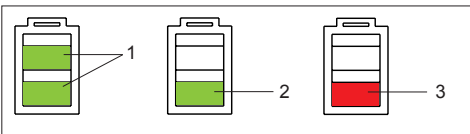

Fig. 10
- Read off battery charge on LED indicator (Fig. 10):
- Estado de carga del acumulador en el indicador LED (Fig. 10):
- Lire l'état de charge de l'affichage DEL (Fig. 10):
- 1 = force de tension minimale env. 400/150 N* (PP)